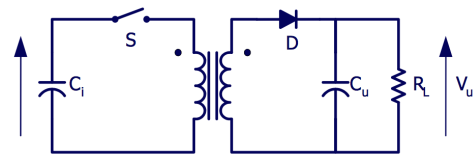

Figura 33: Regolatore Fly-Back
**Fly-Back** La caratteristica principale è l'isolamento galvanico, si presenta come un regolatore buck-boost con un trasformatore al posto dell'induttanza. Per la regolazione invece occorre una reazione isolata. (Figura 33)